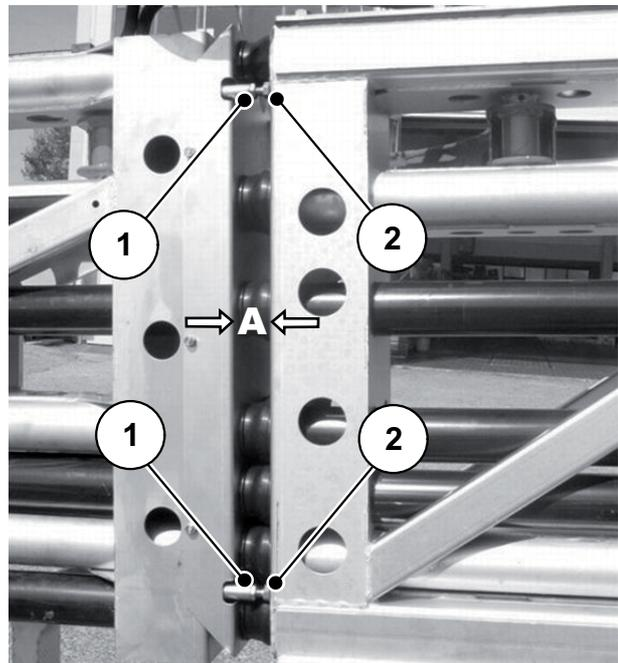

Figure 10.3 : Régler verticalement les segments de la rampe dépliée.
- La mesure d'espacement A (voir figure 10.3: position A) est d'environ **47 mm**.